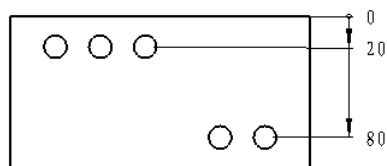

图 6.3.16 标注竖直尺寸链
Step5. 单击“尺寸”对话框中的 ☒ 按钮，完成竖直尺寸链的标注，结果如图 6.3.16 所示。